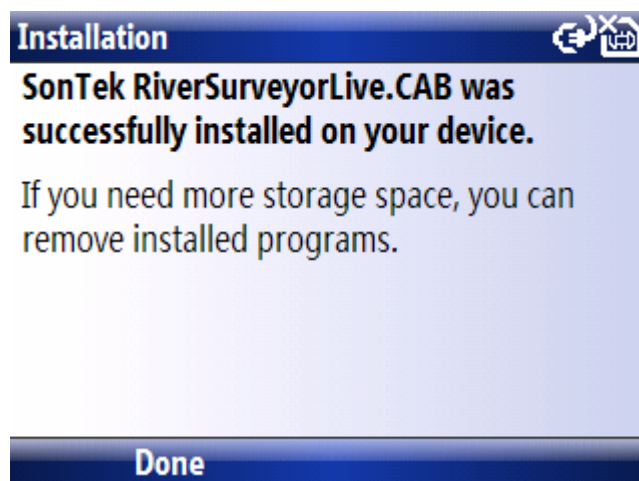

图 51. 软件安装确认窗口
6. 在手机中，使用 File Manager（文件管理）打开 My Documents（我的文件）（参见图 51）。